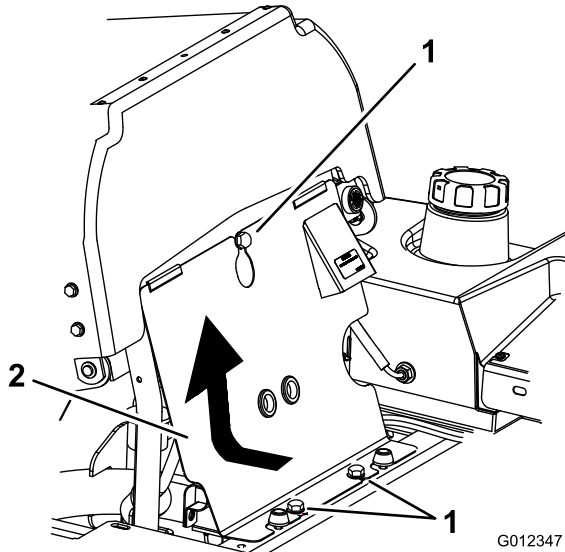

Figure 40
1. Basculez le siège en avant, desserrez les boulons et de fixation du panneau avant du moteur et déposez le panneau (Figure 40).